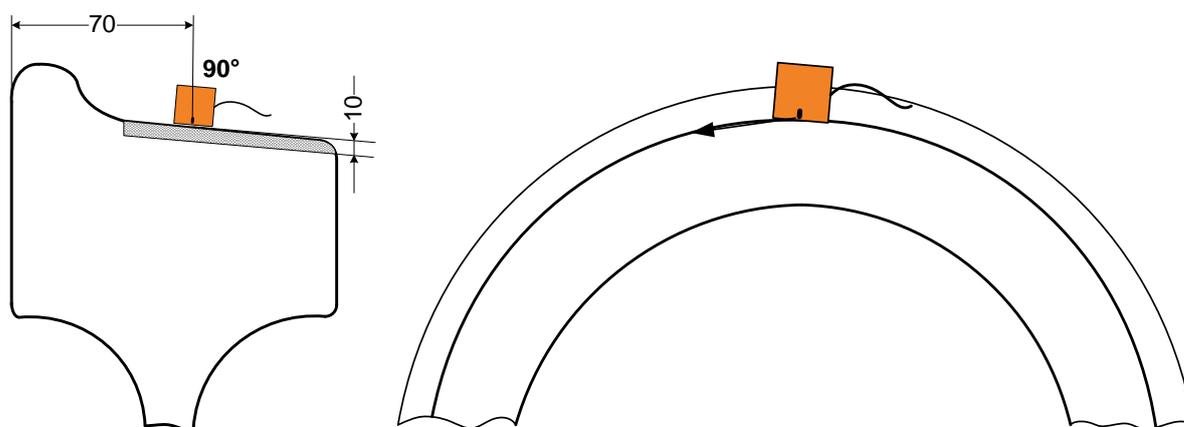

Рис. 9.7.1. Схема прозвучивания колес по варианту DR4.
Контроль с поверхности катания обода в окружном направлении поверхностными волнами при установке ПЭП в двух (и более) точках по периметру с целью выявления на поверхности катания и в приповерхностном слое обода дефектов типа поперечных усталостных трещин, расслоений, неметаллических включений и других несплошностей, Рис.9.7.1.
9.7.4 Нанести контактную жидкость на поверхность катания колеса. Установить ПЭП на поверхность катания так, чтобы его боковая поверхность была параллельна внешней боковой грани колеса, и центр ПЭП находился на круге катания, расположенном на расстоянии 70мм от внутренней боковой грани, Рис.9.7.1.